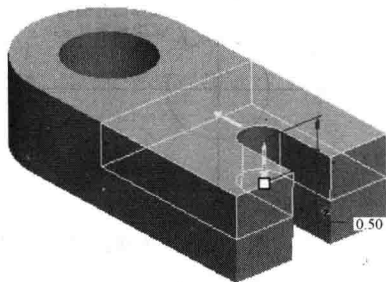

图 1-33 切剪材料特征
2) 单击拉伸操控板上的“材料拉伸方向”按钮  (左边第一个), 使拉伸方向向下, 并按下“移除材料”按钮 , 在拉伸深度文本框中输入特征的拉伸深度值“0.5”, 如图 1-33 所示。单击操控板上的按钮 , 生成模型如图 1-1 所示。